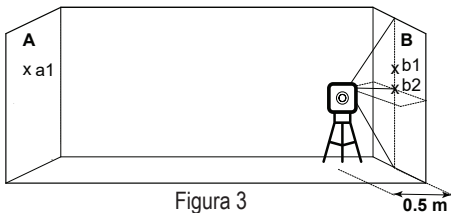

Figura 3
- 7) Marcați pe peretele **B** centrul liniilor încrucișate cu **b2** (vezi Figura 3).